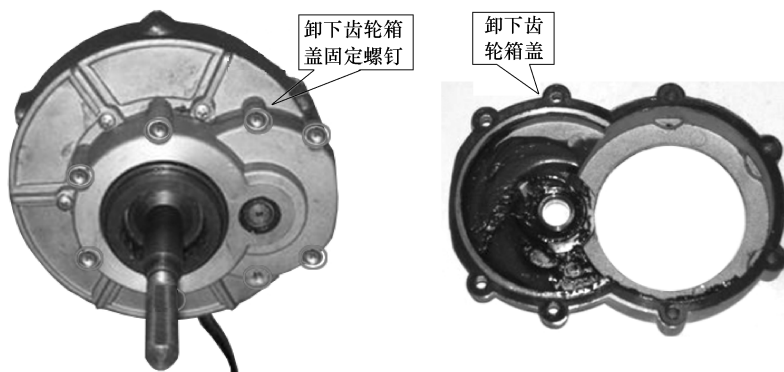

图 6-48 拆卸齿轮箱盖
4) 使用十字螺钉旋具拆下八颗齿轮箱盖固定螺钉（电动机未带引线的一面），即可卸下齿轮箱盖，如图 6-48 所示。